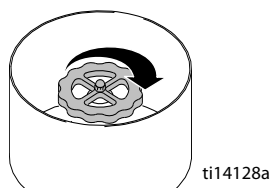

Rys. 2
2. Nałożyć szczeliwo do rur na kolanko (142) i przykręcić nowy regulator gazu (10). Skręcać połączenie do chwili osiągnięcia szczelności.
UWAGA: Sprawdzić, czy WLOT połączenia regulatora jest podłączony do kolanka (142). **Zob. Rys. 2.**
3. Nałożyć szczeliwo do rur na złącze (408) i przykręcić kolanko (401).
4. Podłączyć przewód gazowy (118) na złącze (410). Skręcać połączenie do chwili osiągnięcia szczelności.
1. Nałożyć szczeliwo do rur na złącze (64) i przykręcić nowy regulator gazu (10). Skręcać połączenie do chwili osiągnięcia szczelności.
UWAGA: Sprawdzić, czy WYLOT połączenia regulatora jest podłączony do złącza (64). **Zob. Rys. 2.**